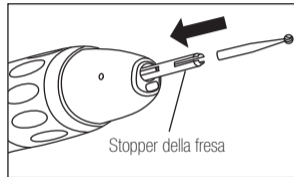

Fig. 3
- 2) Inserire completamente lo Stopper della fresa (in dotazione) nel mandrino. (Fig.3)